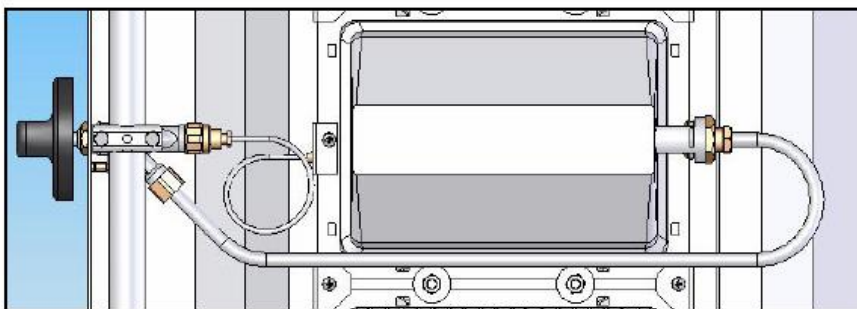

Figure 1
- Similarly, fix Gas Supply Pipe in its place (Figure 1).
- Similarly, Fix On-Off Knob in its place (Figure 1).
- Bauen Sie ähnlich den Gasversorgungsschlauch an dessen Stelle ein (Bild 1.)
- Einsetzen des Ein/Ausschaltknopfes in der gleichen Weise (Bild 1).